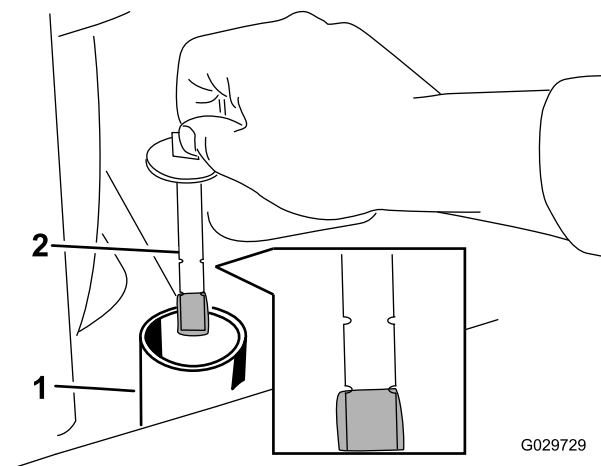

Figura 59
6. Retire el tapón y la varilla del depósito hidráulico (Figura 59).